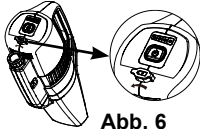
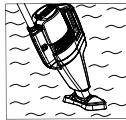

Abb. 6
Abb. 6.1
- Stellen Sie zuerst sicher, dass die Ladebuchse sicher mit der Gummiklappe abgedeckt ist. Siehe Abb. 6. Drücken Sie zuerst die Ein/Aus-Taste, die Akkuanzeige leuchtet auf. Stellen Sie dann den Sauger ins Wasser. Siehe Abb. 6.1.